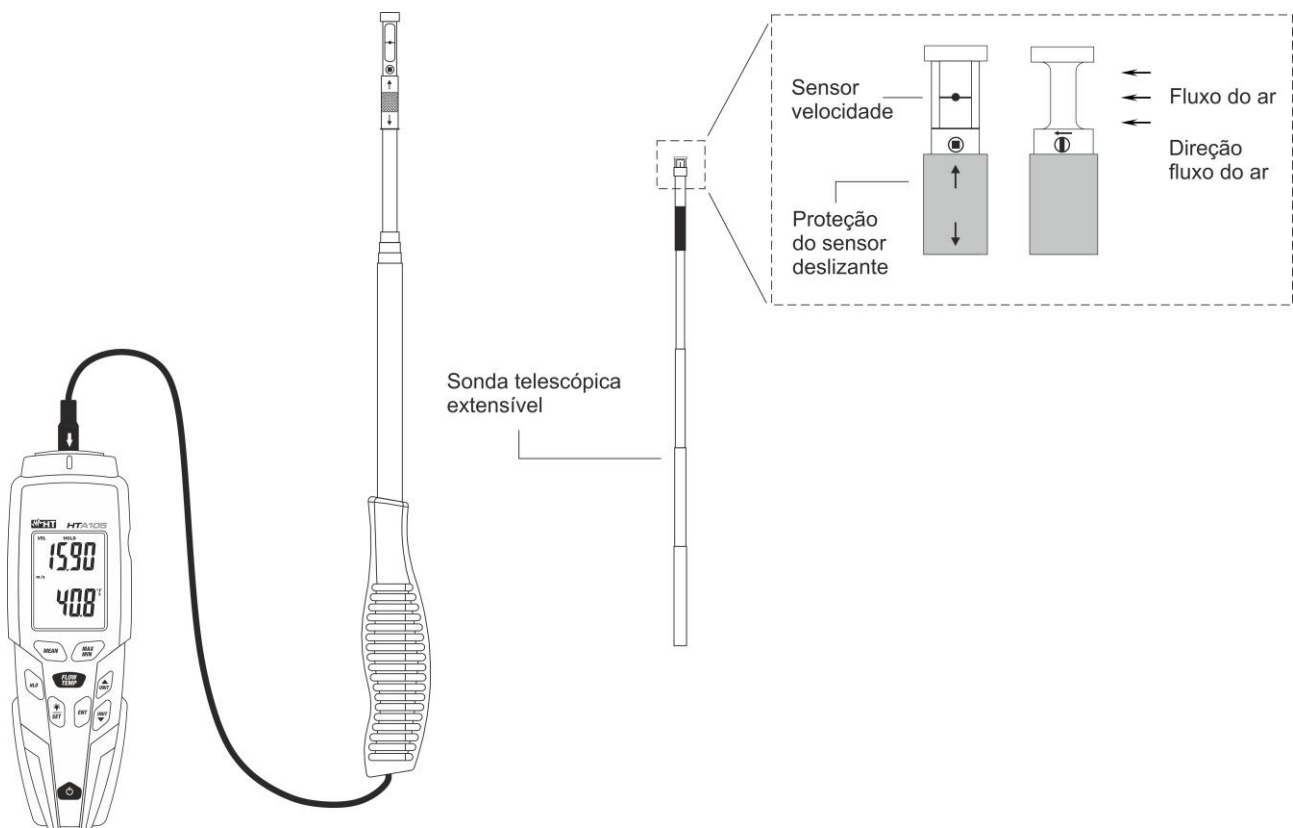

Fig. 7: Medição da velocidade e temperatura do ar
1. Inserir a sonda externa na parte superior através respetivo terminal (ver Fig. 1 – parte 1). Prestar atenção à seta existente no conector da sonda (ver Fig. 7) que deve estar no sentido da parte frente do instrumento
5. Alongar eventualmente a sonda telescópica e colocar o sensor de velocidade na direção paralela ao fluxo do ar na direção indicada pela seta existente no cume da mesma (ver Fig. 7)
8. Alongar eventualmente a sonda telescópica e colocar o sensor de velocidade na direção paralela ao fluxo do ar na direção indicada pela seta existente no cume da mesma (ver Fig. 7)
1. Inserir a sonda externa na parte superior através do respetivo terminal (ver Fig. 1 – parte 1). Prestar atenção à seta existente no conector da sonda (ver Fig. 7) que deve estar no sentido da parte frente do instrumento